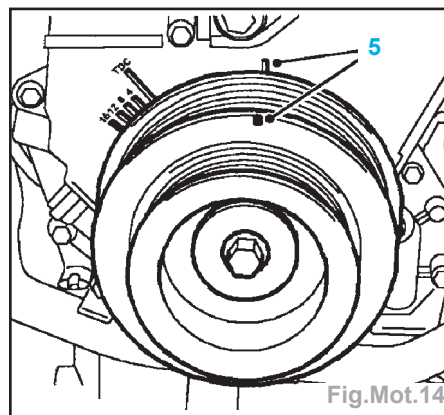

Fig.Mot.14
- Contrôler que le repère de calage de la poulie du vilebrequin est aligné avec le repère sur le carter inférieur de la courroie de distribution (5) (Fig.Mot.14).